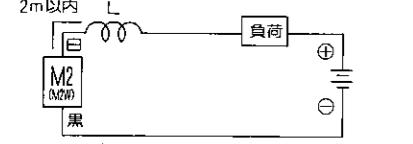
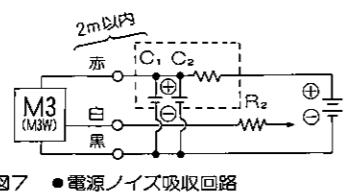

図5 チョークコイル
図7 ●電源ノイズ吸収回路
- リード線配線長が10mを越える場合は、図5、6(M2、M2Wの場合)、図7(M3、M3Wの場合)に示す保護回路を必ず設けてください。